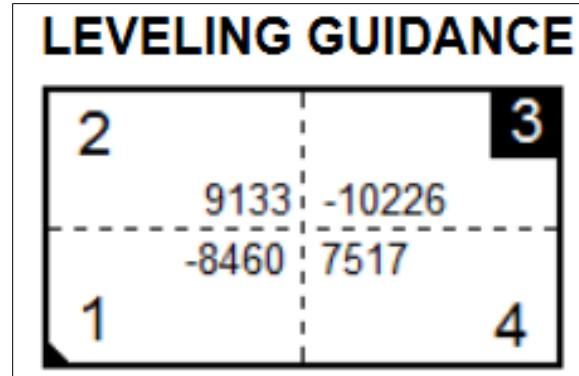

Figure 3-19: Affichage graphique de la guide d'installation
- Remarque: Si les valeurs d'usine sont rappelées, le graphique affichera une valeur représentant la différence entre la valeur actuelle et la valeur rappelée, comme dans la Figure 3-19. Si les valeurs d'usine ne sont pas présentes ou non rappelées, le graphique affichera la valeur absolue des comptes courants.